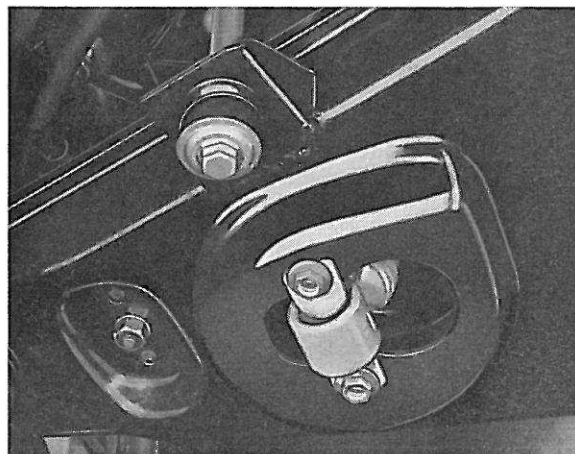

Figure 8. Fixation inférieure d'amortisseur avant
La fixation inférieure (figure 8) est constituée par une boucle munie d'une bague caoutchouc fixe et un tube aplati aux deux extrémités, vissé à demeure sur le côté inférieur du triangle inférieur de commande.
2. Enlever les deux vis de la fixation inférieure (figure 8) sur le côté inférieur du triangle inférieur de commande et déposer l'amortisseur.
3. Monter la rondelle (7), la douille d'écartement (2) et la bague caoutchouc (1).
5. Remonter la bague caoutchouc supérieure (6), la rondelle (3) et l'écrou. Serrer l'écrou jusqu'à ce qu'il bute contre la douille d'écartement.